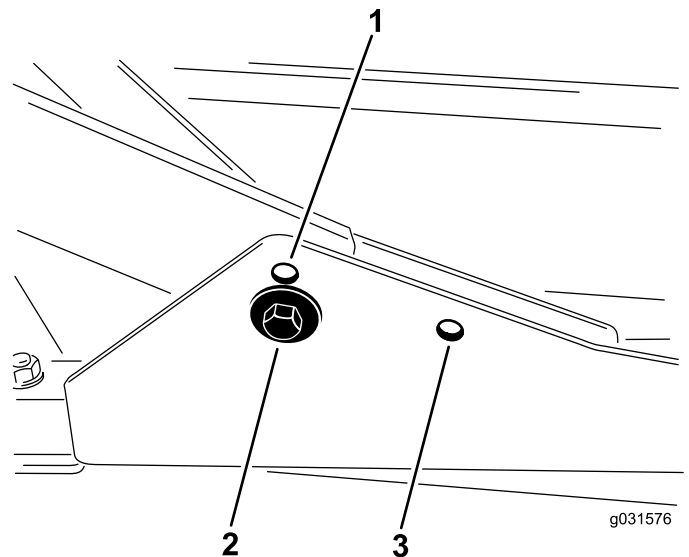

Bild 17
1. Befestigen Sie die vorderen Trägerrahmen für Schnitthöhen von 2 cm bis 7,6 cm in den unteren vorderen Befestigungslöchern (Bild 17).
2. Befestigen Sie die vorderen Trägerrahmen für Schnitthöhen von 6,3 cm bis 10 cm in den oberen vorderen Befestigungslöchern (Bild 17).
Befestigen Sie das Heckschneideeinheit für alle Schnitthöhen in den hinteren Befestigungslöchern (Bild 17).